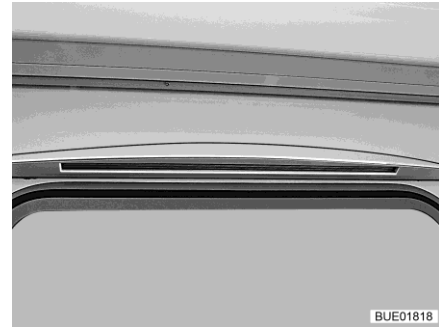

Bild 91 Vorzeltleuchte
- Beleuchtung Vorzelt (Bild 91)